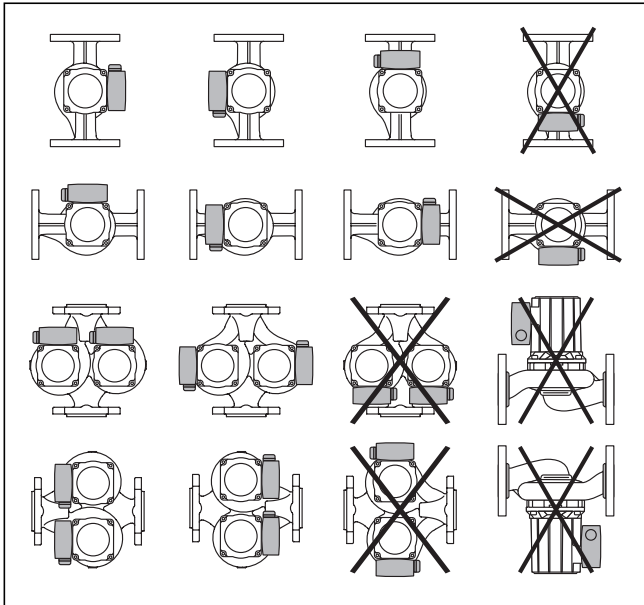

Fig. 6.2 Monteringspositioner
- Foretag spændingsfri montering med vandret liggende pumpeaksel (se monteringspositioner på fig. 6.2).